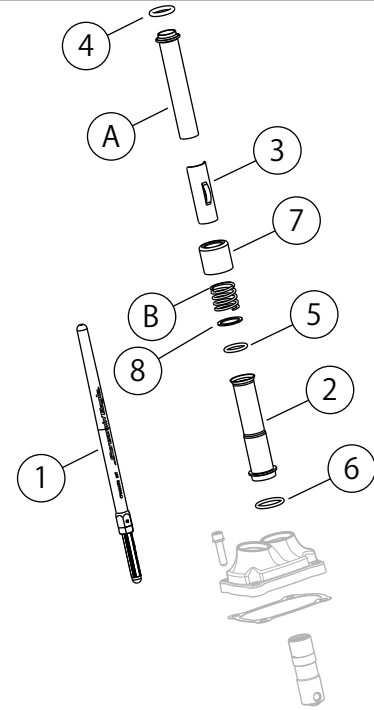

図5。交換用パーツ
「図5」および「表1」を参照してください。
- 「図3」および「図5」を参照してください。インテークプッシュロッドをプッシュロッドカバーに取り付けます。Oリング、ロアプッシュロッドカバー、スプリングカバーキーパーをキットの新品と交換します。プッシュロッドのアジャスター側を下にしてください。